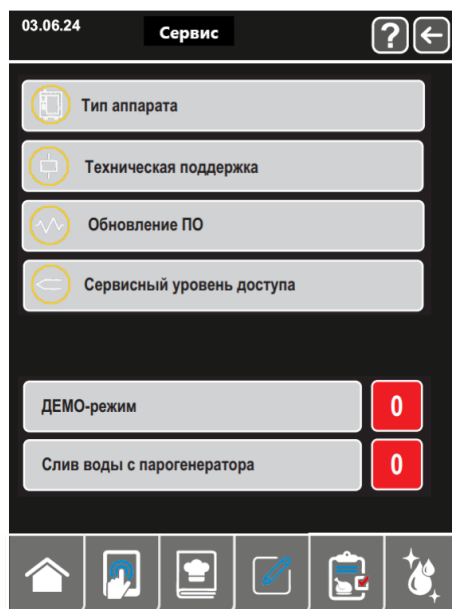
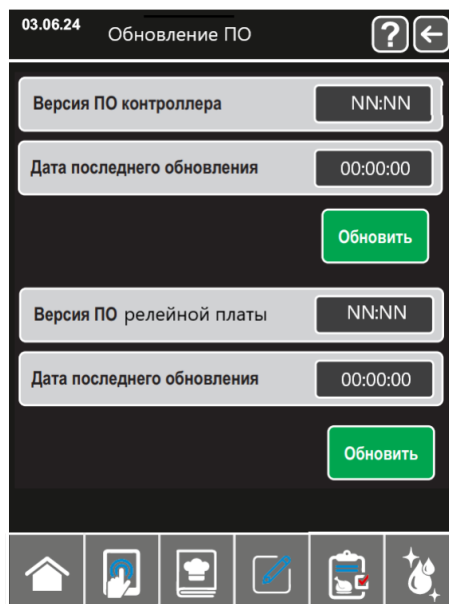
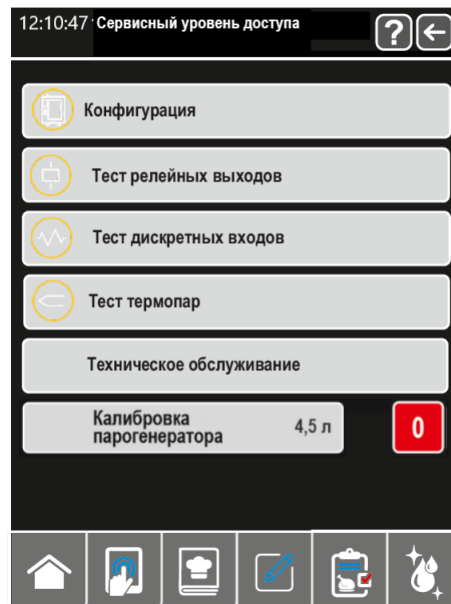

Рис.15.7 Окно Сервис
Рис.15.9 Окно Обновление ПО
Рис.15.10 Окно Сервисный уровень доступа
5.6.5 На окне «Настройки» нажать строку **Сервис** отобразится окно рис.15.7.
5.6.5.2 В окне сервис рис..15.7 нажмите на строку Техническая поддержка, отобразится окно с номерами телефонов сервисной поддержки. Для возврата в окно «Сервис» нажмите кнопку .
5.6.5.3 В окне сервис рис.15.7 нажмите на строку Обновление ПО, отобразится клавиатура и сообщение введите пароль для доступа. Введите пароль 0000. Откроется окно Обновление ПО рис. 15.9.
5.6.5.4. В окне «Сервис» рис. 15.7 выберите «Сервисный уровень доступа». Введите пароль 0000. Отобразится окно «Сервисный уровень доступа» рис. 15.10
5.6.5.4.1 В окне «Сервисный уровень доступа» рис. 15.10 нажмите на строку Тест релейных выходов. Отобразится окно рис. 5.12. Все выходы реле на релейном контроллере ППЗ отключатся.
5.6.5.4.2 В окне «Сервисный уровень доступа» рис. 15.10 нажмите на строку Тест дискретных входов. Отобразится окно рис. 5.13.
5.6.5.4.3 В окне «Сервисный уровень доступа» рис. 15.10 нажмите на строку Тест термопар. Отобразится окно рис. 5.14. Все выходы реле на релейном контроллере ППЗ отключаться.
5.6.5.4.4 В окне «Сервисный уровень доступа» рис. 15.10 нажмите на строку Техническое обслуживание. Отобразится окно рис. 5.15.
5.6.5.4.5 В окне «Сервисный уровень доступа» рис. 15.10 в строке калибровка парогенератора имеется кнопка для её запуска. При необходимости провести новую калибровку объёма воды парогенератора нажмите кнопку .